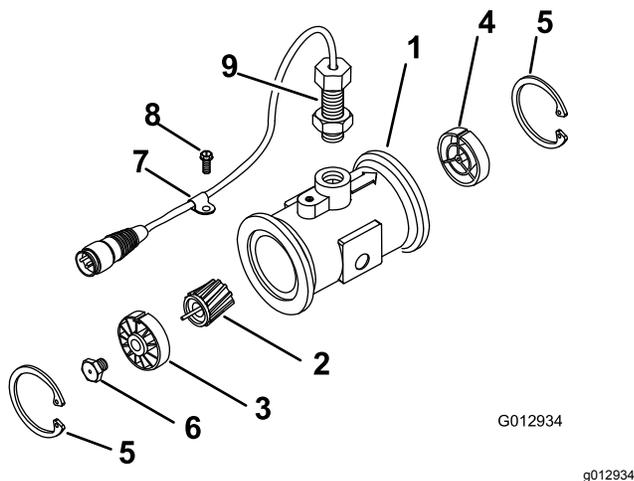

Рисунок 59
3. Снимите стопорное кольцо со стороны входа (Рисунок 59).